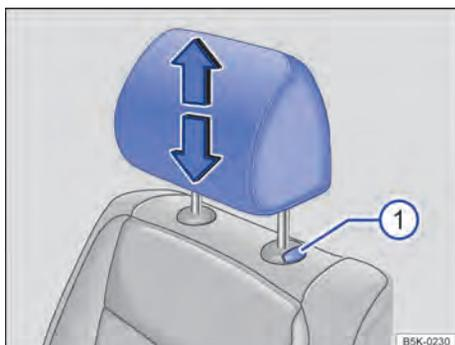
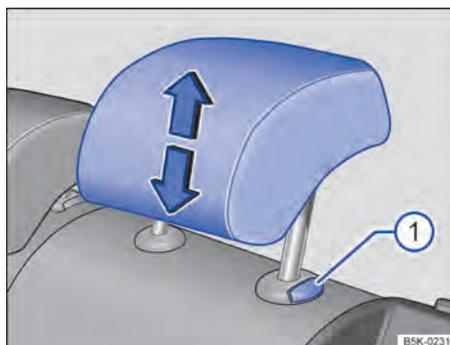

Fig. 62 Ajustar o apoio para cabeça dianteiro.
Fig. 63 Ajustar o apoio para cabeça traseiro.
- Empurrar o apoio para cabeça para cima no sentido da seta ou, com o botão \Rightarrow Fig. 62 ou \Rightarrow Fig. 63 pressionado, empurrar para baixo \Rightarrow .